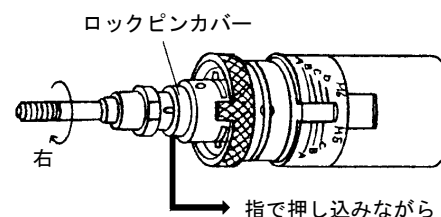

図6-3
- ③ 指定のマンドレルを組み付けます。ロックピンカバーを指で押し込みながらマンドレルをいっぱいまでねじ込んでください。（図6-3）